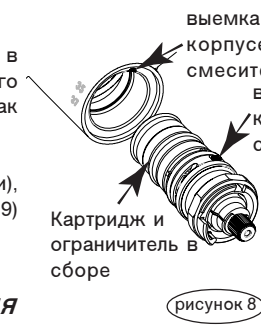

рисунок 8
Полученную конструкцию вставьте в корпус смесителя так, чтобы выступ на корпусе картриджа совпал с выемкой на корпусе смесителя. (См. рис. 8)
**Замечание:** Картридж может быть установлен без смазки. Однако в случае необходимости, вы можете облегчить монтаж термостатического картриджа, воспользовавшись исключительно силиконовой смазкой, так как данная смазка не портит уплотнительные кольца. Проверьте, чтобы черная линия точно совпала с желобком. (рис. 8)